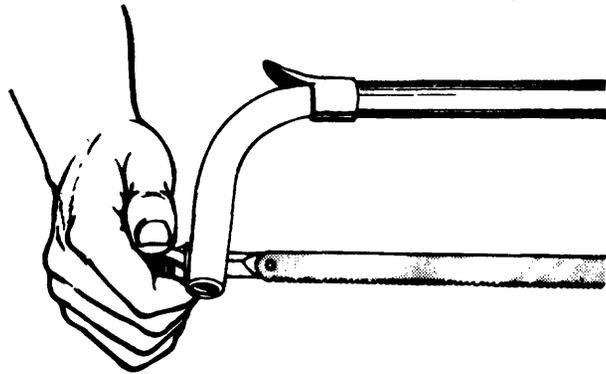

Fig. 3
2) Tense la hoja girando la mariposa hacia la derecha. (Fig. 3).